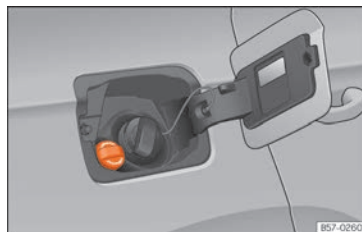

Abb. 182 Verschlussdeckel des AdBlue-Tanks
- Öffnen Sie die Tankklappe »» **Abb. 182.**
- Verschlussdeckel SCR-Einfüllstutzen nach links drehen »» **Abb. 182.**